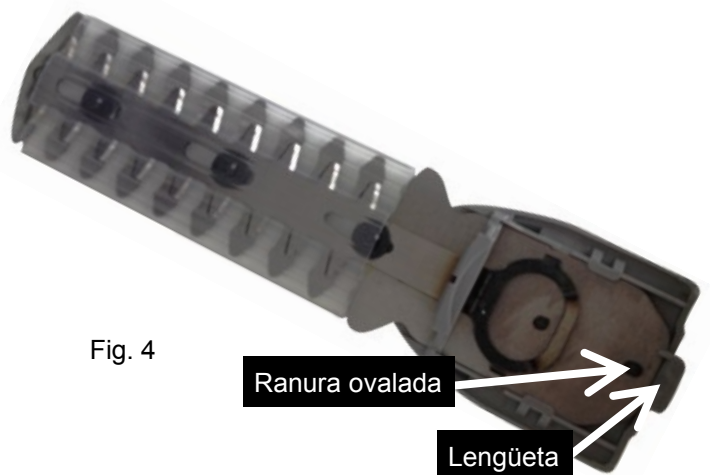

Fig. 4
3. Para colocar la cuchilla para podar arbustos, deslice la lengüeta (ver Fig. 4) en la ranura (ver Fig. 5) de la caja. Alinee el pasador del engranaje (ver Fig. 5) con la ranura ovalada (ver Fig. 4) en la cuchilla para que encajen correctamente. Empuje la placa cubierta de la cuchilla hacia arriba (ver Fig. 6) hasta que escuche que encajó. La placa cubierta de la cuchilla estará sujeta a la unidad cuando esta se ponga en funcionamiento.